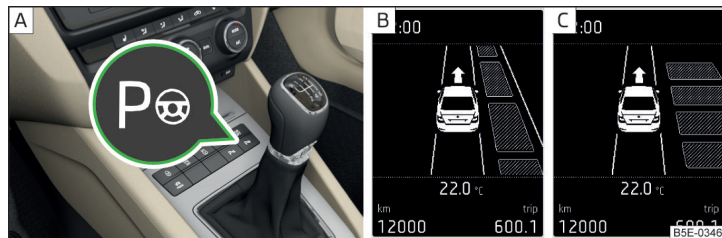

Fig. 155 Tasta sistem / Afișajul ecranului
- Procesul de parcare se poate întrerupe oricând prin apăsarea tastei simbol **P** » **fig. 155** la pagina 146 sau prin intervenția directă a șoferului asupra volanului.
Sistemul se poate activa sau dezactiva apăsând pe tasta simbol  » fig. 155 /a pagina 146 - [\[A\]](#).
- Apăsați o dată tasta simbol  » fig. 155 - [\[A\]](#).
Pe afișaj se afișează următoarele » fig. 155 - [\[B\]](#).
- Apăsați de două ori tasta simbol  » fig. 155 - [\[A\]](#).
Pe afișaj se afișează următoarele » fig. 155 - [\[C\]](#).
- » Apăsați o dată tasta simbol  » fig. 155 la pagina 146.